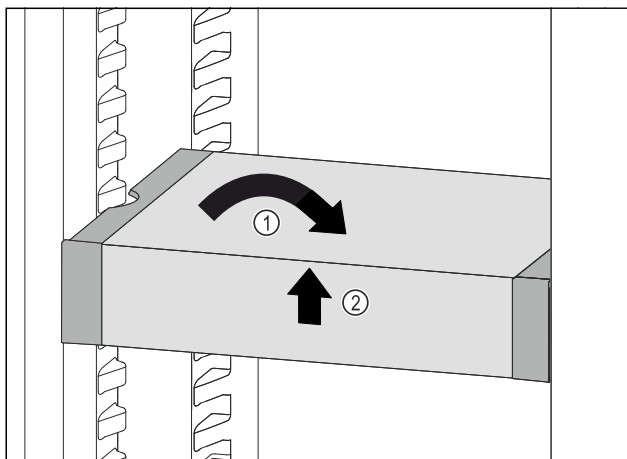

Fig. 75
- VarioSafe gerade stellen. Fig. 75 (1)
- VarioSafe vorne anheben. Fig. 75 (2)